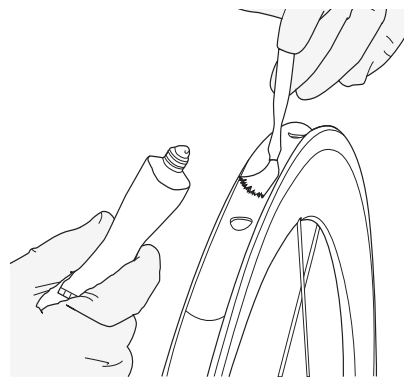

図 31. 接着剤をリム底部に薄く塗る。
3. 固いブラシを使い、リム底部の端から端まで接着剤を薄く塗ります(図 31)。